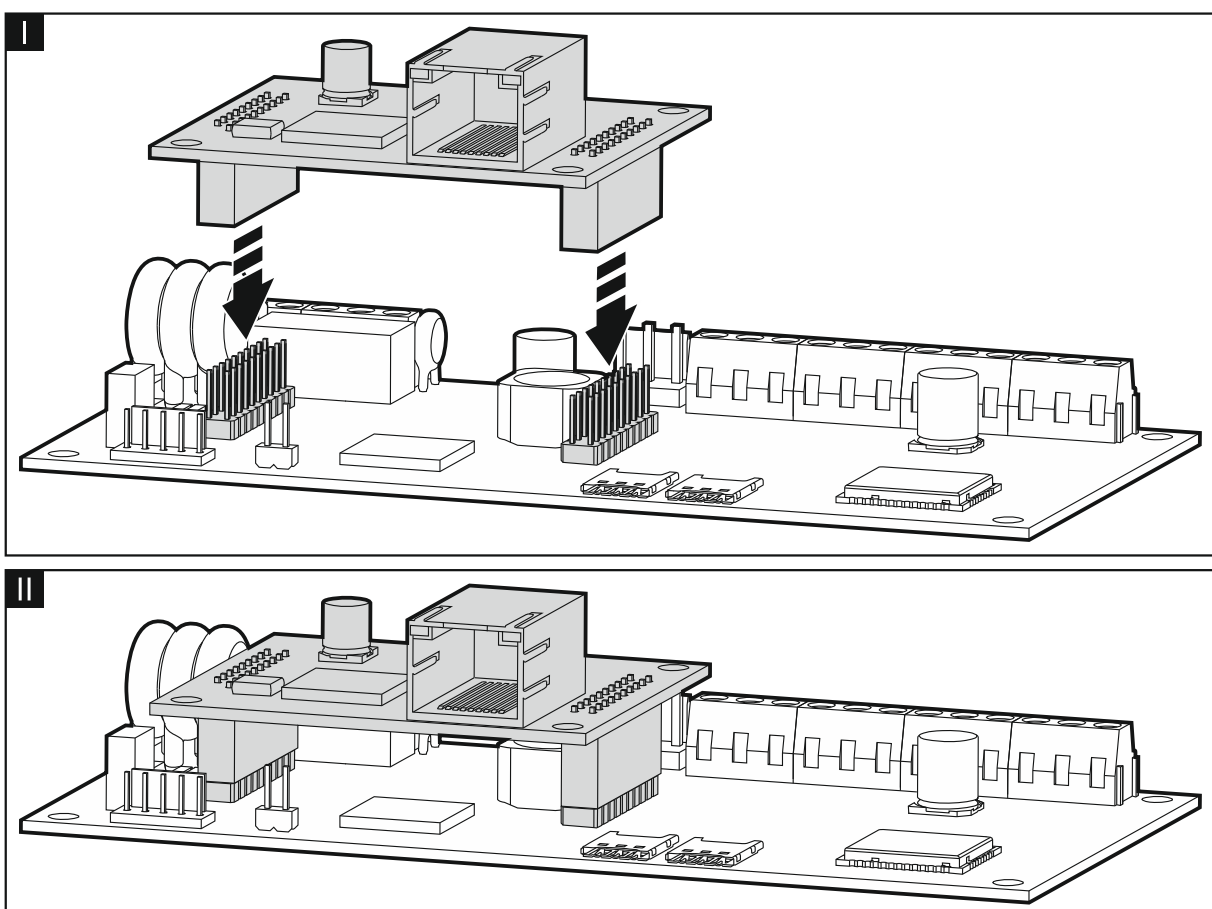

Abb. 8. Befestigung des Moduls GSM-X-ETH auf der Elektronikplatine des Moduls GSM-X.
3. Montieren Sie das Ethernetmodul GSM-X-ETH in den Anschlüssen auf der Elektronikplatine des Moduls GSM-X (Abb. 8).